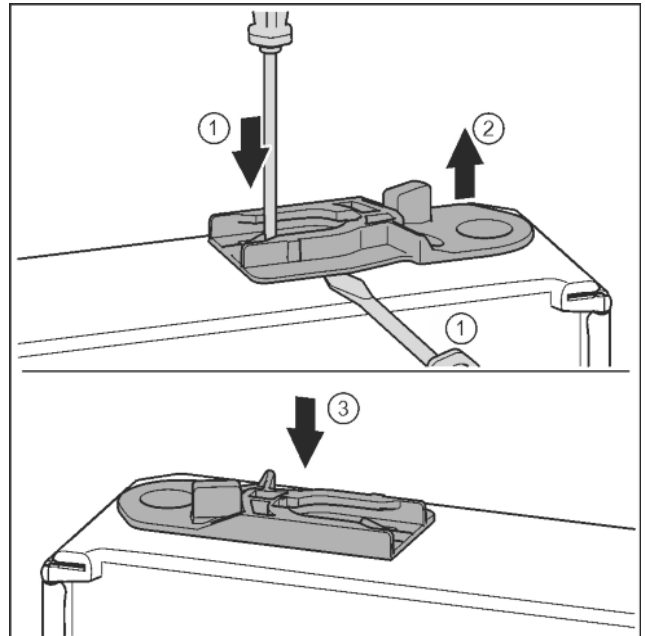

Fig. 31
- ▶ Führungsbuchse herausziehen: Lasche mit Schlitzschraubendreher drücken und gleichzeitig mit Schlitzschraubendreher unter Führungsbuchse fahren. *Fig. 31 (1, 2)*
- ▶ Im Lieferumfang beiliegende Führungsbuchse auf anderer Gehäuseseite einschieben. *Fig. 31 (3)*